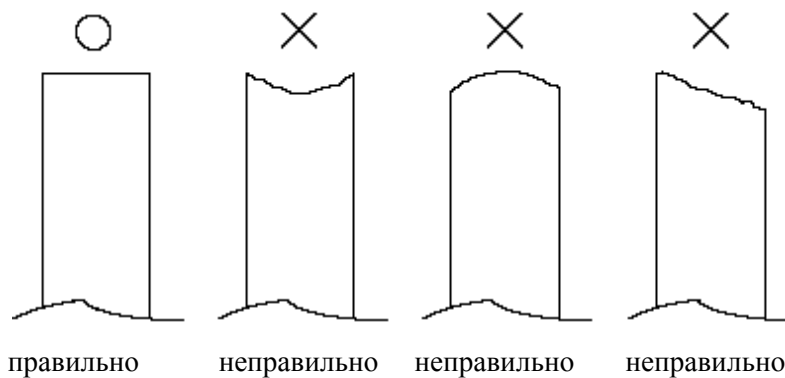

Рисунок 7.2 - Форма края ленты
7.4.3 Отрезать край бумаги так, как показано на рисунке (Рисунок 7.2).